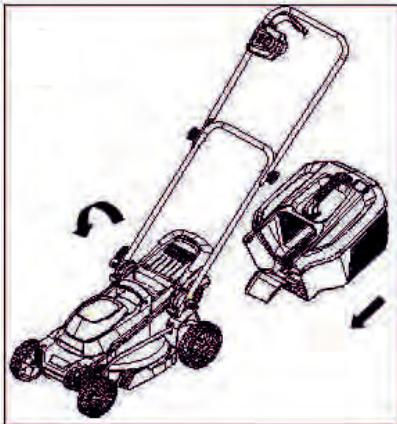

Рис. 8
**Установка собранного травосборника на газонокосилку (рис. 8).**